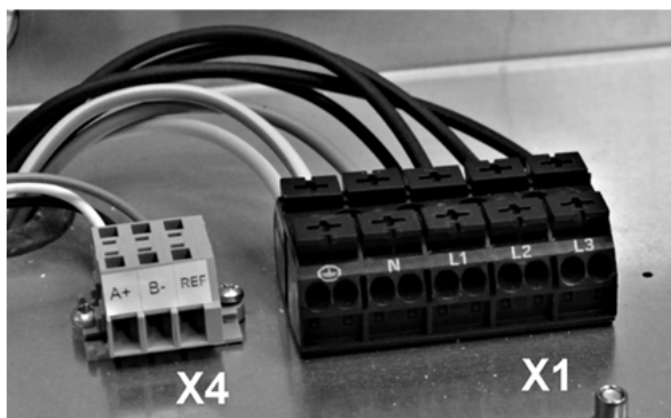

Abb. 15: Detailansicht Klemmleisten X1 und X4
- ➔ Nehmen Sie die elektrischen Anschlüsse gem. der Abb. 15 und dem Stromlaufplan auf Seite 15 vor.